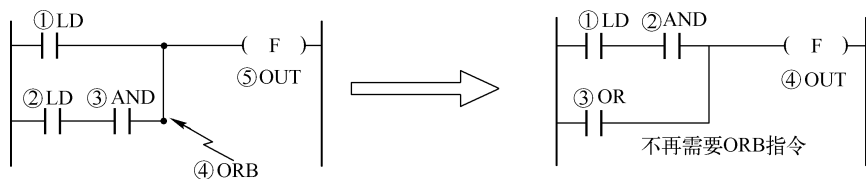

图 2-16 并联电路上下位置可调
(1) 并联电路上下位置可调，应将单个触点的支路放下面，如图 2-16 所示。